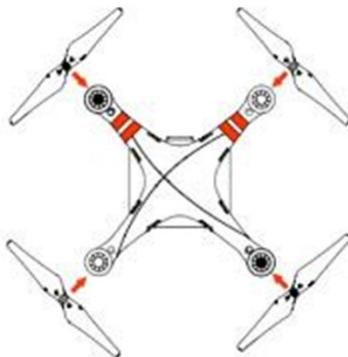

Figure 2-2
- 2) (Fig 2.2) Preparare le due coppie di eliche quelle con dado grigio e quelle con dado nero. Assicuratevi di montare le eliche abbinandole ai motori con il relativo punto identificativo sui motori, cioè pale con il dado nero con i motori con il marchio/marcatura nera (punto nero).